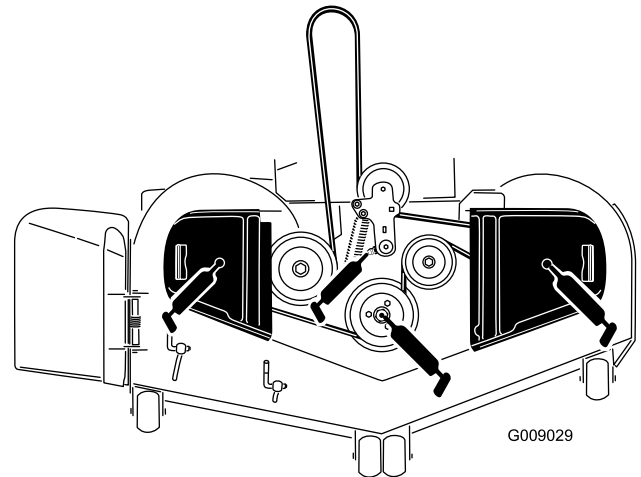

Bild 47
4. Fetten Sie das Drehgelenk der Mähwerkspannscheibe ein, bis Schmiermittel unten austritt (**Bild 47**).
5. Fetten Sie die Schmiernippel oben an den drei Spindellagern ein, bis das Schmiermittel austritt (**Bild 47**).